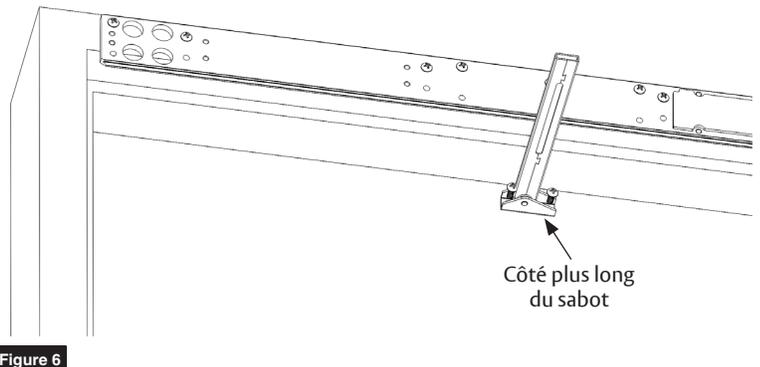

Figure 6
4. En plaçant le côté le plus long du sabot du bras vers la charnière, fixez le tube du bras à la porte. (Figure 6)